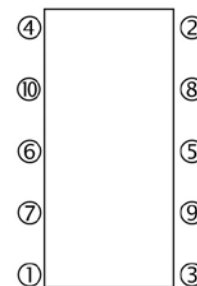

Fig. 11
- Nettoyez et lubrifiez correctement les tirants, positionnez-les, puis serrez les écrous progressivement et uniformément dans l'ordre inverse du démontage indiqué à la Fig.11 jusqu'à obtenir la cote correcte entre plateaux (cote de serrage) indiquée sur la plaque signalétique. Vérifiez que cette cote est bien uniforme sur tout le pourtour des plateaux. Trop serrer peut déformer les plaques de manière irréversible. Si vous pensez nécessaire de serrer au-delà de la cote préconisée, contactez le service après-vente de RIELLO qui saura vous conseiller.